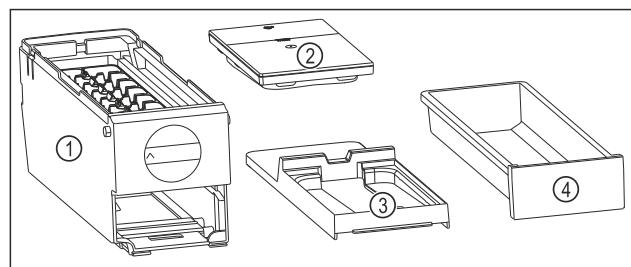

Fig. 78 Súčasti EasyTwist-Ice
- ▷ EasyTwist-Ice je rozložený na štyri časti. (pozri Fig. 78)
- Rozložte EasyTwist-Ice len na tie súčasti, ktoré sú na obrázku. (pozri Fig. 78)
- Korpus EasyTwist-Ice Fig. 78 (1) vyčistite ako celok.